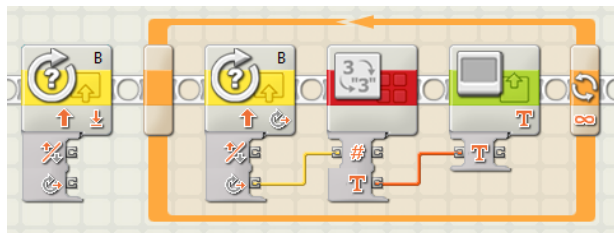

Рис. 9.14. Демонстрация работы датчика оборотов
- Запрограммируйте робот так, как показано на рис. 9.14. Обратите внимание, что первый блок **Rotation Sensor** сбрасывает показания датчика оборотов в ноль, а второй работает в режиме чтения.